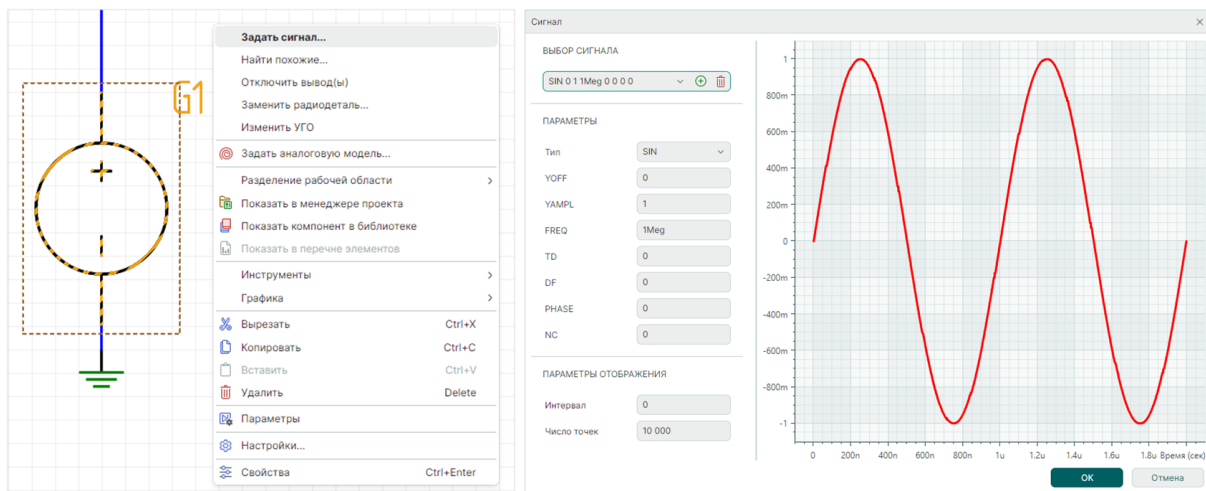

Рис. 146 Создание сигнала из контекстного меню
1. Выделите на схеме источник и из контекстного меню выберите пункт «Задать сигнал...», что откроет окно «Сигналы» для управления сигналами, см. Рис. 146.